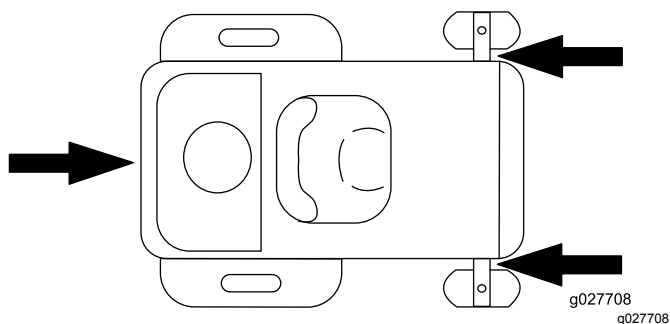

Figura 29
- Prenda muito bem a máquina ao atrelado ou carrinha com tiras, correntes, cabos ou cordas. Utilize apenas os pontos de fixação no cortador como se mostra na Figura 29. Utilize estes locais mesmo quando transportar o cortador com um acessório instalado. Utilizar locais não indicados pode causar danos ao cortador e/ou acessório.